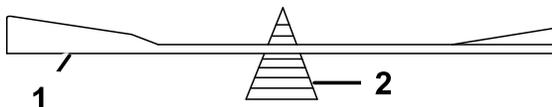

Figura 51
- Verifique el equilibrio de la cuchilla colocándola sobre un equilibrador de cuchillas (Figura 51).